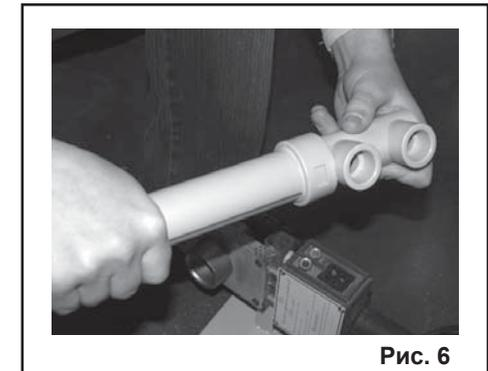

Рис. 6
**Внимание:** Для выполнения ответственных работ и получения надёжного и качественного соединения необходимо контролировать температуру нагретых насадок контактным термометром или специальным индикатором – не комплектуется. Корректировку температуры производите регулятором температуры нагрева (3).
10.6. По истечению времени извлеките фитинг и трубу из насадок, и как показано на Рис.5-6, без осевого поворота введите трубу в муфту фитинга. Для выполнения качественного сваривания монтаж и корректировка, Рис.6, не должны превышать времени соединения, см. табл.2.